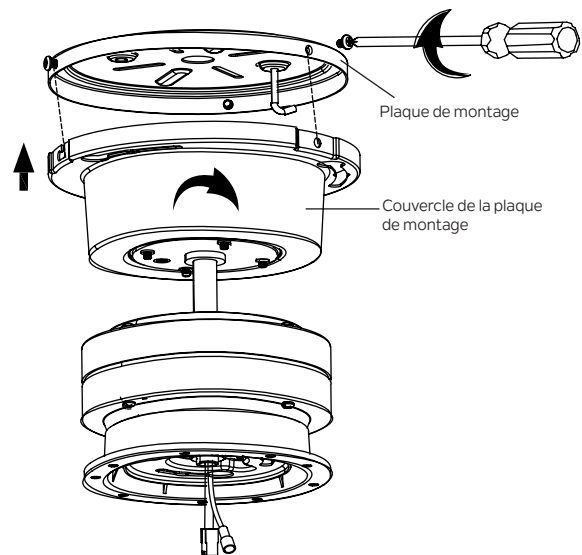

Fig. 11
**Étape 2.** Dégagez l'ensemble moteur du crochet en J, soulevez l'ensemble moteur jusqu'à la plaque de montage, alignez les trous de fente sur le couvercle de la plaque de montage avec deux vis desserrées sur la plaque de montage. Faites pivoter le couvercle de la plaque de montage jusqu'à ce que deux vis desserrées se verrouillent en place à l'extrémité étroite des trous de serrure. Réinstallez la vis retirée à l'étape 1, serrez fermement les trois vis. (Fig. 11)